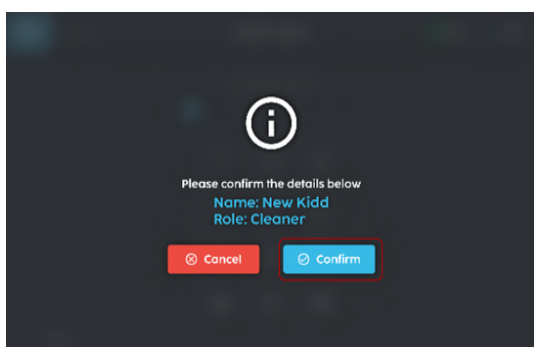

FIGURE 3-16
7. Confirm User (**Fig. 3-16**).